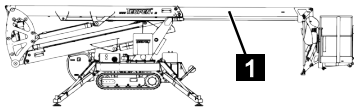

Fig. 179
2. Sortir le vérin du bras supérieur (Fig.179/1) à l'aide du mode d'entretien (↪ Chapitre 7.16 „Mode d'entretien”, page 128).